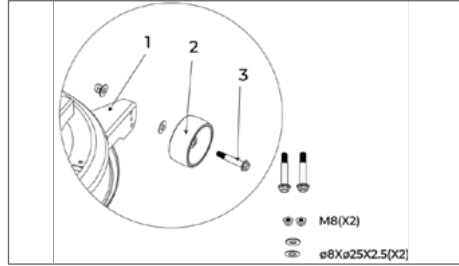

Рис. 12
**6.11. Установка противоскользящих колёс (рис.12)**
- Установите противоскользящие колёса (рис. 12, поз. 2) на корпус рамы (рис. 12, поз. 1) с помощью болта (рис. 12, поз. 3) и шайбы (ø8xø25x2.5), гайки (МВ). Прodelайте аналогичную операцию, с другой стороны.